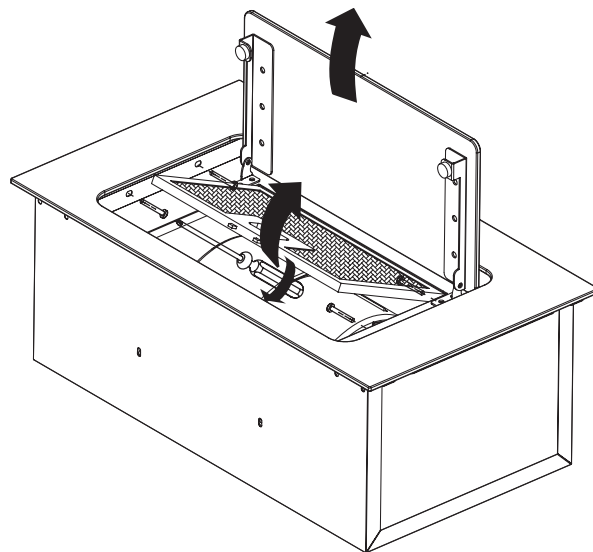

Рис. 3
2. Снимите жировой фильтр. Выкрутив винты снимите нижнюю панель (Рис. 3). При необходимости отключите кабель панели управления. Декоративную панель снимать не нужно.